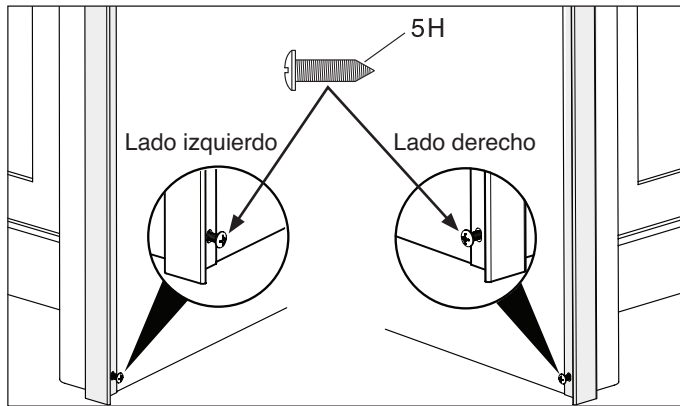

Figura 10
- c. Gire el tornillo hasta el final y luego, hacia atrás. Quite la moldura lateral para instalar posteriormente. (Consulte la Figura 10).